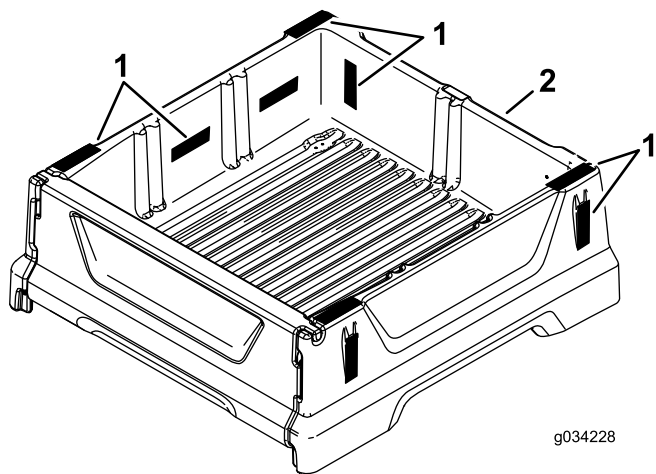
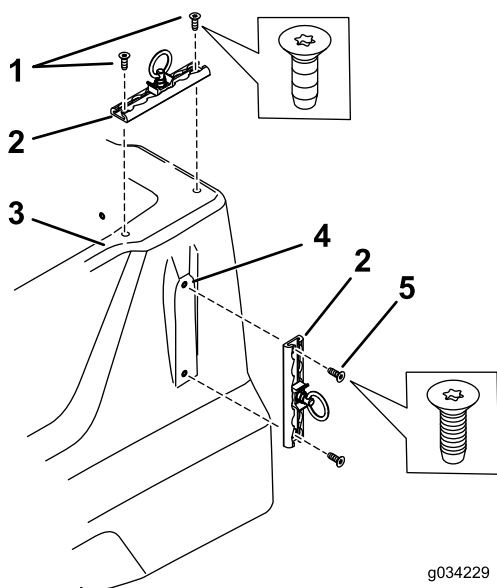

Bild 2
Bild 3
1. Befestigen Sie die Halterung mit zwei Schrauben an den in Bild 2 abgebildeten Stellen (Bild 3).